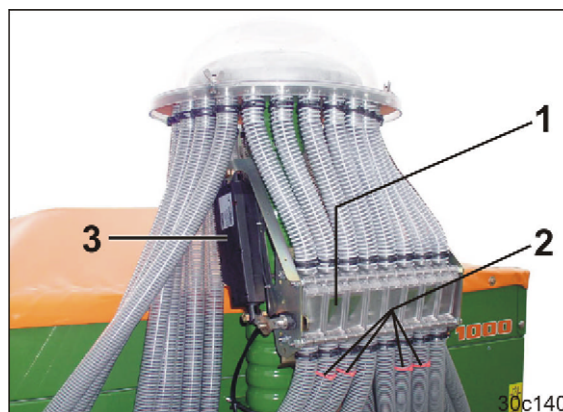

Рис. 62
- устройство переключения технологической колеи запирает в распределительном ящике (Рис. 62/1) подвод посевного материала к семяпроводам (Рис. 62/2) сошников техколеи,
Подача посевного материала к сошникам техколеи прервана до тех пор, пока электромотор (Рис. 62/3) перекрывает соответствующие семяпроводы в распределительном ящике.